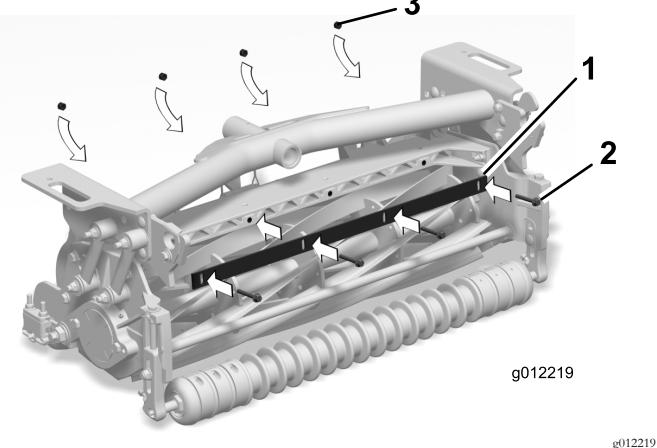

Figure 7
3. Montez la barre supérieure sur le cadre du plateau de coupe en serrant légèrement les 4 boulons (¼" x 1¾") et les 4 contre-écrous (¼") (Figure 7).
- 5. Serrez les boulons et les contre-écrous (Figure 7).